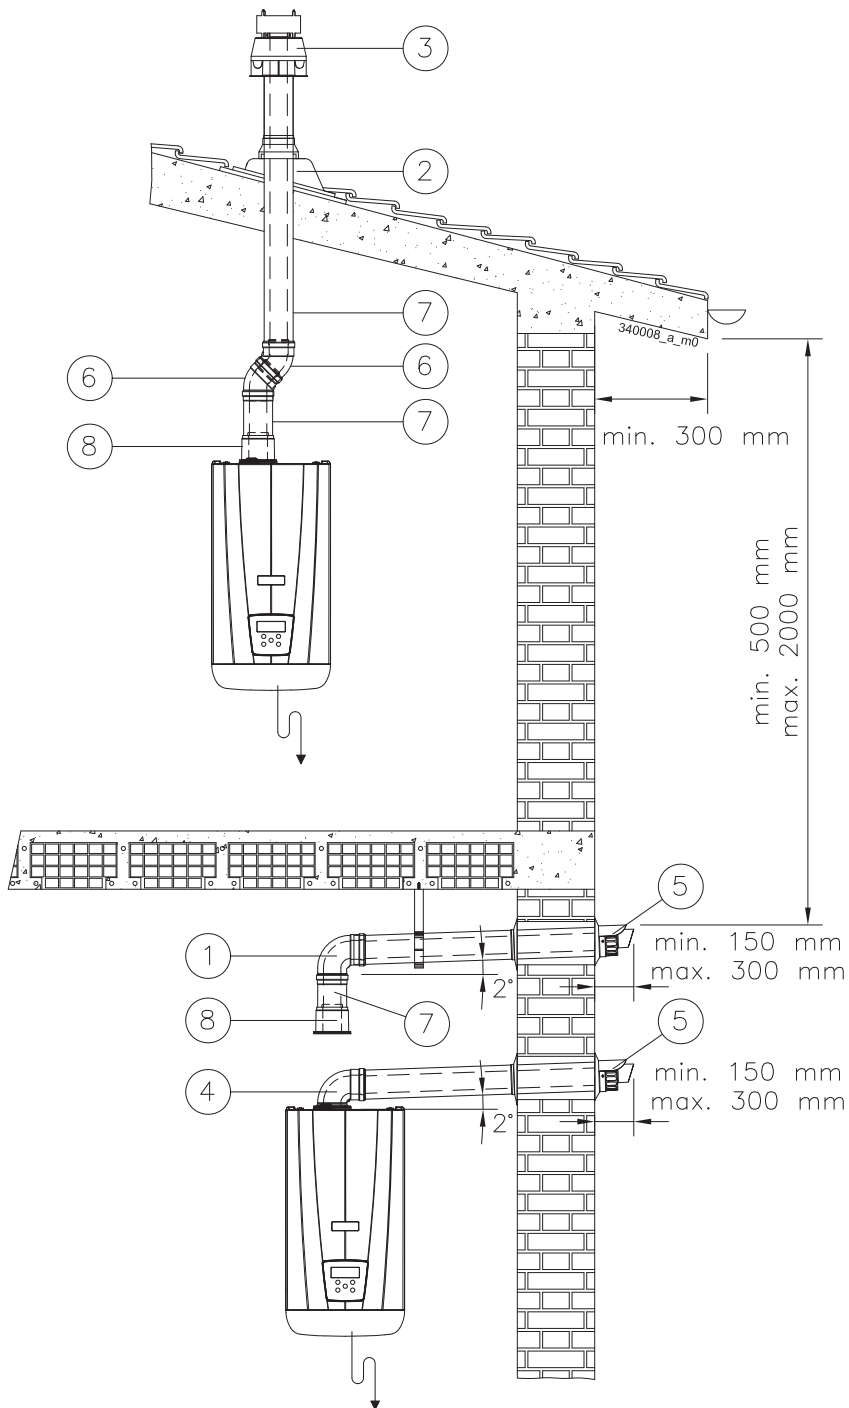

Figura 5-20 - Esempi di installazione condotto coassiale
**ATTENZIONE!!! Una volta eseguite queste operazioni verificare che il terminale di scarico/aspirazione sia esposto all'esterno con le tolleranze date in Figura 5-20.**
Quando si esegue uno scarico coassiale (Figura 5-20), sia verticale sia orizzontale, è indispensabile pendere il condotto di scarico verso l'alto in modo da fare defluire la condensa all'interno dell'apparecchio.
Il raccordo "4" mostrato in Figura 5-20 non può essere utilizzato in questo apparecchio.